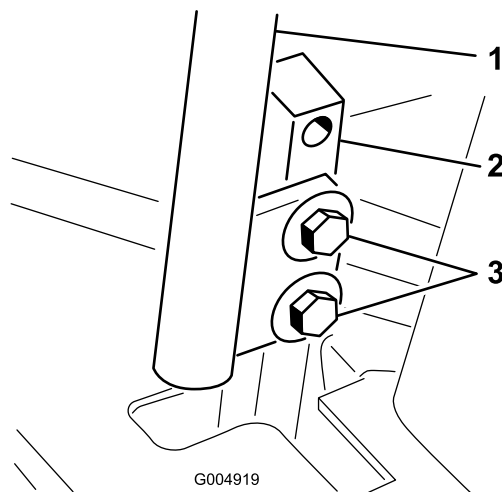

図 68
3. コントロール・レバーを固定しているボルトをゆるめる(図 68)。